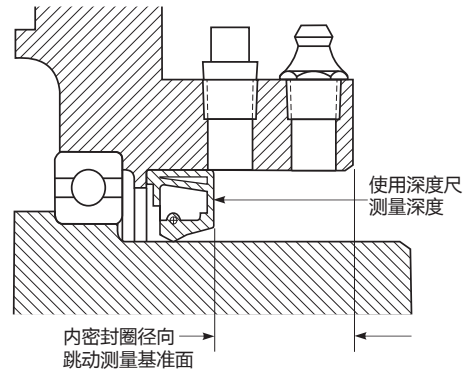

图 3
3. 将一个方头圆柱形工具放到密封件上，压或轻击工具（非密封件），直到密封件就位到凸肩上（图3）。
6. 如图3所示，用深度千分尺、千分表或测微杆检查密封圈的径向跳动。径向跳动不得超过0.010" (0.25mm) TIR。